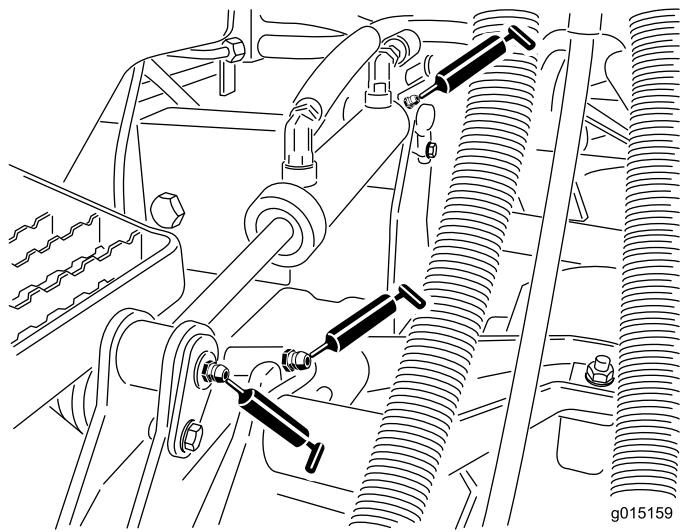

Bild 44
- Hubarmbüchsen (1 pro Schneideeinheit) (Bild 44)